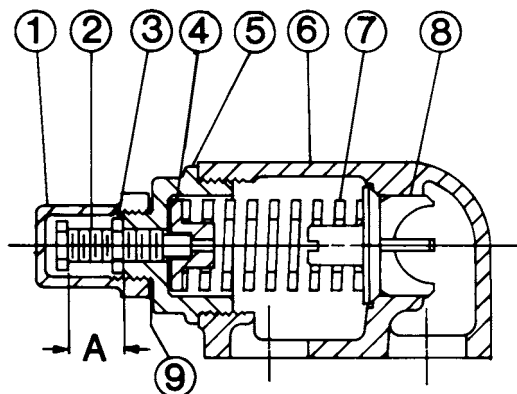

FIGURA 13
2. Misurare e registrare la lunghezza di estensione delle viti di regolazione. Fare riferimento a "A" in **Figura 13 e 14**.